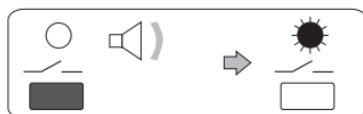

Abb. 3
- Halten Sie die **Taste "—"** gedrückt, bis ein kurzes akustisches Signal ertönt, und lassen Sie die Taste danach wieder los: die Steuerung ist eingeschaltet und die entsprechende LED leuchtet anhaltend auf (Abb. 3).